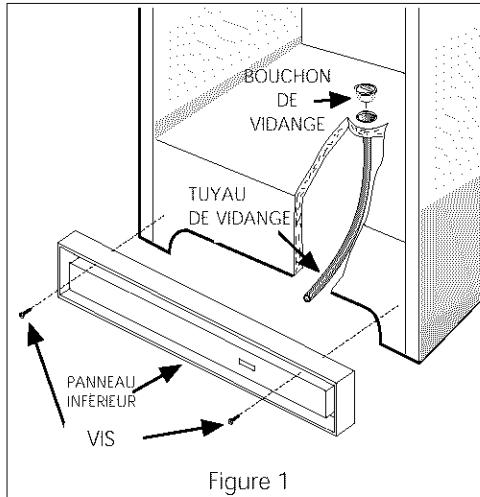

Figure 1
- Enlevez le panneau inférieur (certains modèles) en dévissant les deux vis de l'avant du panneau (figure 1).
- **Sur les modèles verticaux** avec vidange de l'eau de dégivrage (figure 1), enlevez le bouchon de vidange au fond du congélateur en le tirant vers vous. Le tuyau de vidange est situé près du centre gauche sous le congélateur, derrière le panneau inférieur. Placez un plat creux sous le tuyau de vidange. L'eau du dégivrage va s'y écouler. Vérifiez de temps à autre que l'eau ne déborde pas. Remettez le bouchon en place lorsque dégivrage et nettoyage sont terminés. Si la vidange est restée ouverte, de l'air chaud peut entrer dans le congélateur.